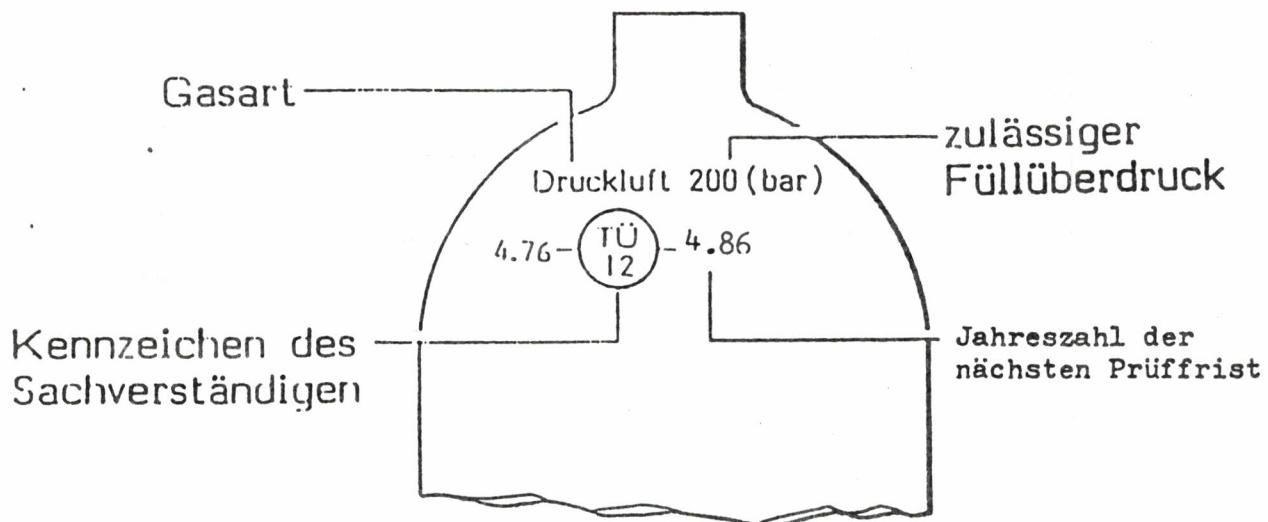

Bild 1 Stempelung, Druckgasbehälter
7. Der zulässige Füllüberdruck, die Gasart (Druckluft oder Atemluft), das Prüfdatum sowie das Kennzeichen des Sachverständigen sind auf der Flaschenschulter eingestempelt und in Bild 1 erklärt bzw. dem Bild 1 zu entnehmen.